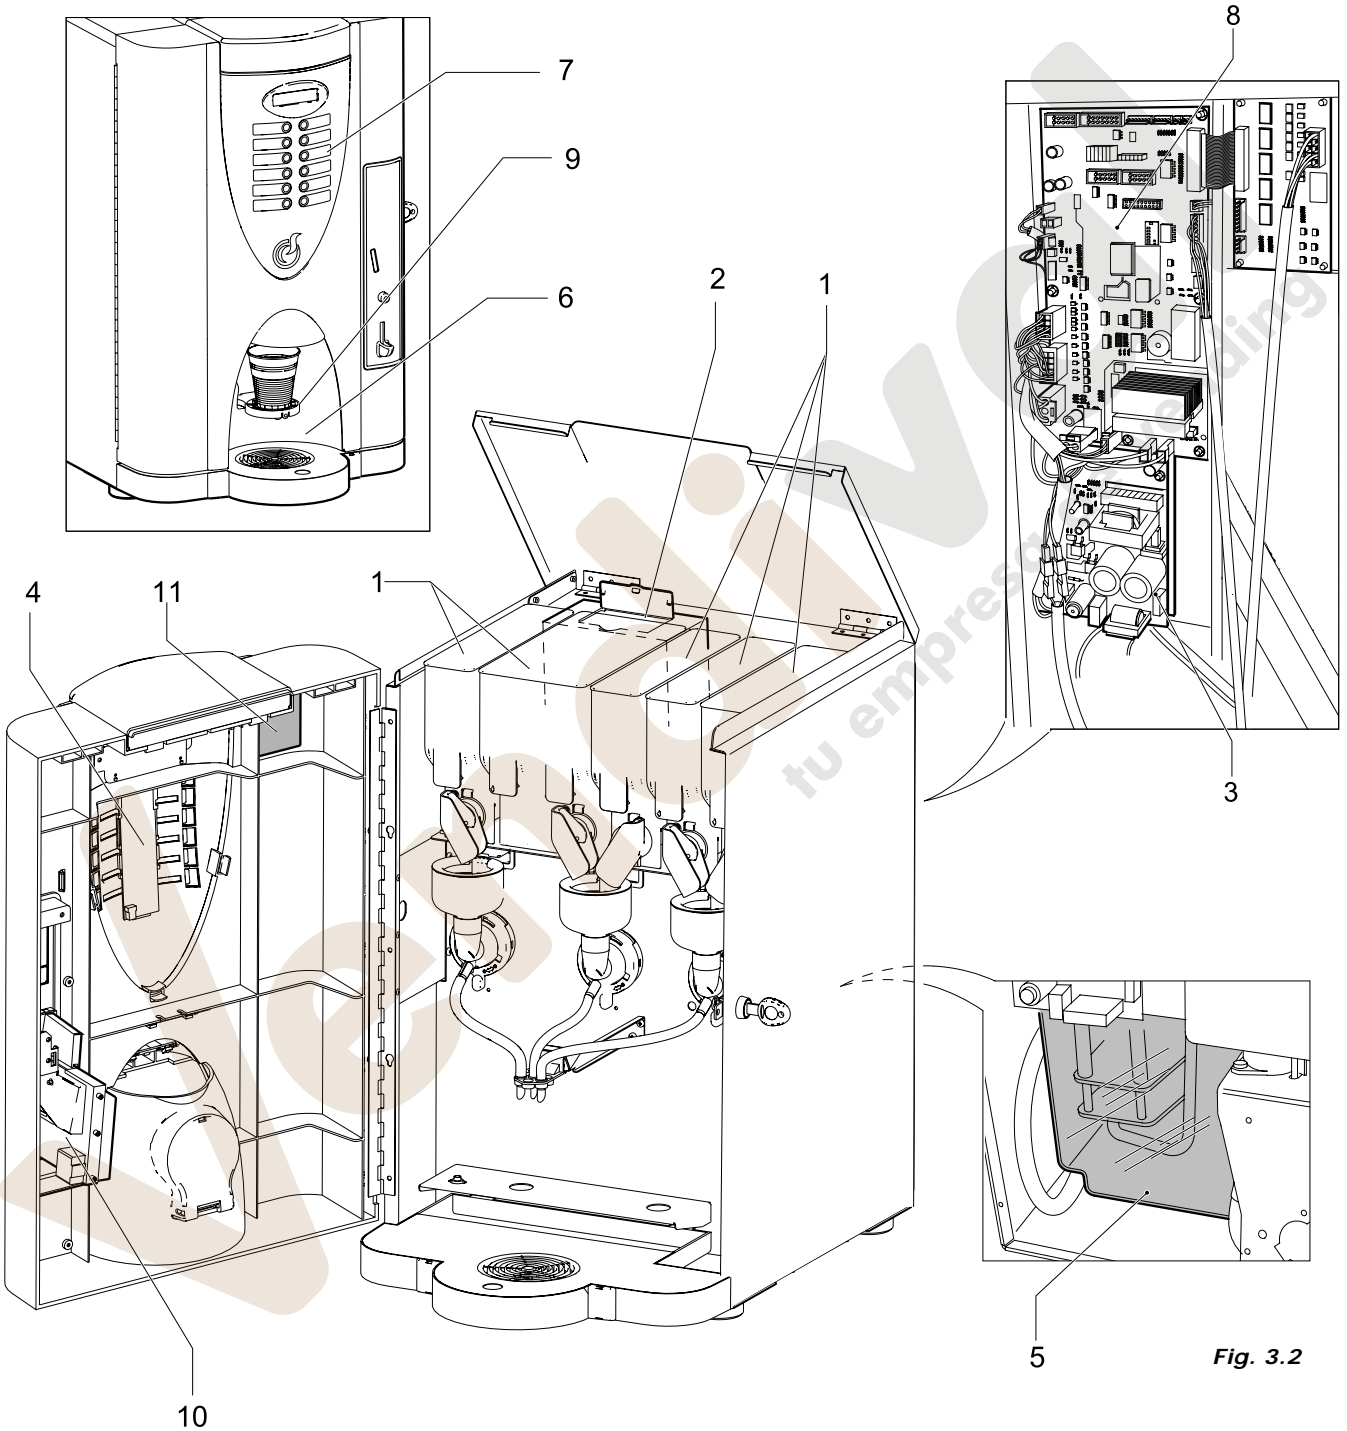

Fig. 3.2
3.1.2 Versión solubles (Fig.3.2)